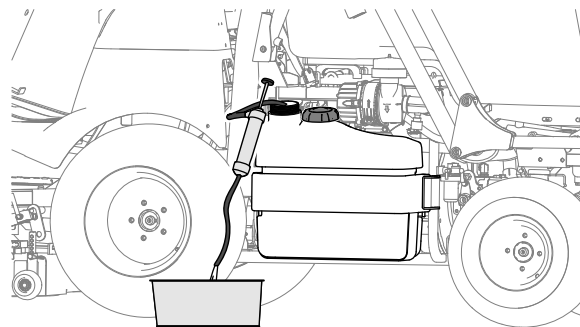

Figura 73
- Dacă depozitați mașina pentru o perioadă mare de timp, utilizați o pompă tip sifon pentru a golii rezervorul de combustibil (Figura 73).
- Dacă sistemul de combustibil este contaminat, utilizați o pompă tip sifon pentru a golii rezervorul de combustibil (Figura 73), curățați rezervorul și utilizați motorină curată pentru a spăla rezervorul.